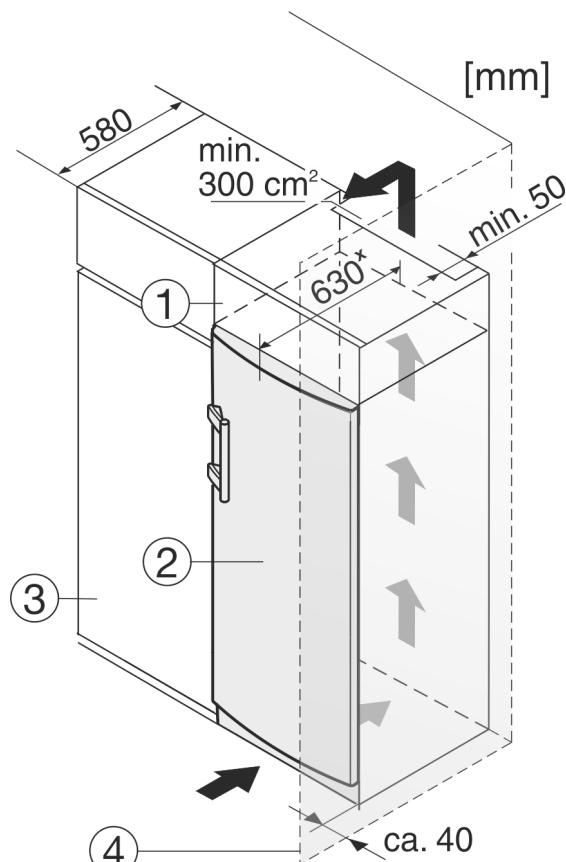

Fig. 12
- (1) Дополнительный шкафчик
(2) Устройство
- (3) Кухонный шкаф
(4) Стена
Устройство может быть окружено кухонными шкафами. Чтобы уравнять устройство Fig. 12 (2) по высоте с кухонной стенкой, можно установить над устройством дополнительный шкафчик Fig. 12 (1).
При комбинировании с кухонными шкафами (глубина макс. 580 мм) устройство можно установить непосредственно рядом с кухонным шкафом Fig. 12 (3). Устройство выступает сбоку на 34 мм * и по центру на 50 мм * относительно передней стенки кухонного шкафа.
Если устройство установлено на шарнирах у стены Fig. 12 (4), то расстояние между устройством и стеной должно быть не менее 40 мм. Настолько выступает ручка при открытой дверце.